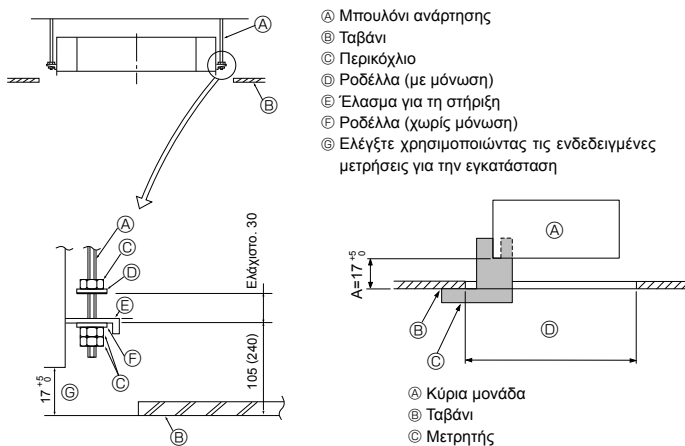

Fig. 3-6
3.6. Τρόπος ανάρτησης της μονάδας (Fig. 3-6)